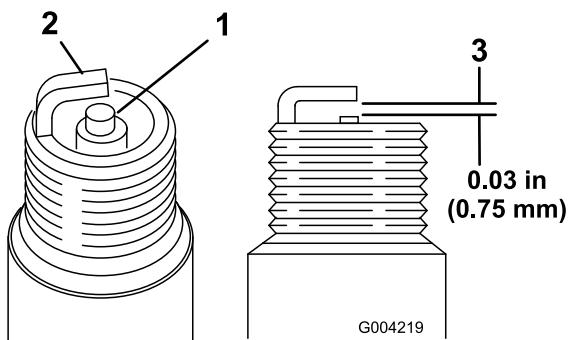

Figura 57
1. Mire la parte central de la bujía (Figura 57). Si se observa un color gris o marrón claro en el aislante, el motor está funcionando correctamente. Si el aislante aparece de color negro, significa que el limpiador de aire está sucio.
2. Compruebe la separación entre los electrodos central y lateral (Figura 57).
3. Si la distancia no es correcta, doble el electrodo lateral (Figura 57).